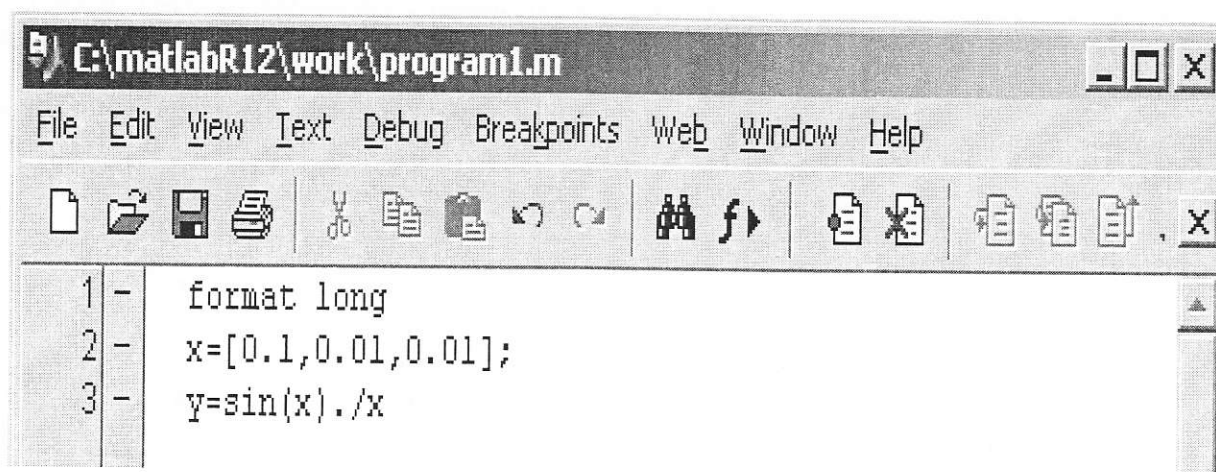

Рисунок 2.11 - Створення М-файлу у режимі редагування
1. Введіть у вікні редактора послідовність команд (рис.2.11):